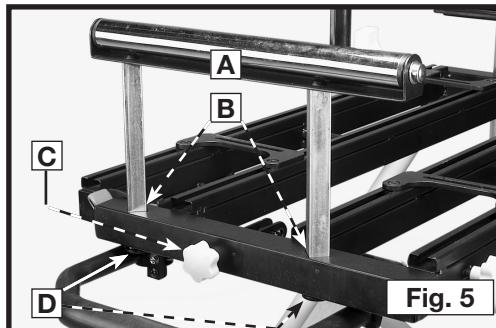

Fig. 5
2. Instale un rodillo de extensión (A), Fig. 5, en los agujeros (B).
3. Instale uno de los pomos de fijación más largos con una arandela plana (C), Fig. 5. Este pomo de fijación bloqueará el movimiento vertical del rodillo de extensión.
4. Introduzca una tapa de extremo de rodillo de extensión (D) en la parte inferior de ambas patas del rodillo de extensión (A) y golpéela suavemente con un mazo de goma. Asegúrese de que las lengüetas ubicadas en las tapas de extremo estén alineadas con los agujeros de las patas.